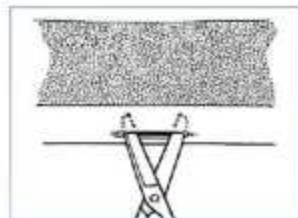

Figura 2: Incisión en la fascia subyacente.
- La fascia subyacente también requiere una disección amplia para garantizar que no se tense alrededor de los tornillos, ya que esto causaría molestias al paciente y limitaría la función muscular (Figura 2)